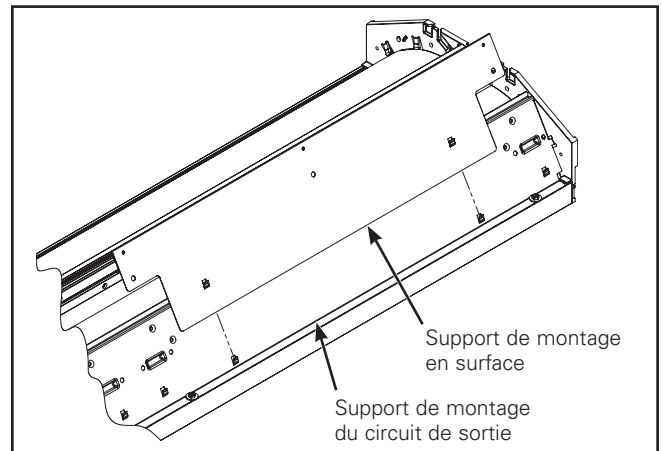

Figure 2.
2. Insérez le support de montage en surface dans les languettes du support de montage du circuit de sortie (Figure 2).